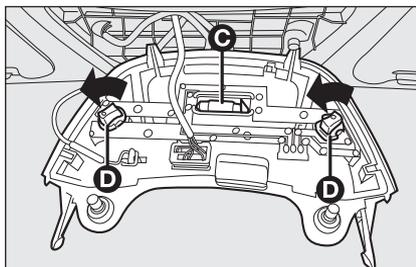

fig. 35
- remplacer l'ampoule centrale **C** fig. 35 en la dégagant des contacts latéraux et en s'assurant que la nouvelle ampoule soit correctement bloquée entre les contacts mêmes; remplacer les ampoules latérales **D** fig. 35 en tournant les deux portelampes et en enlevant les ampoules montées à pression.